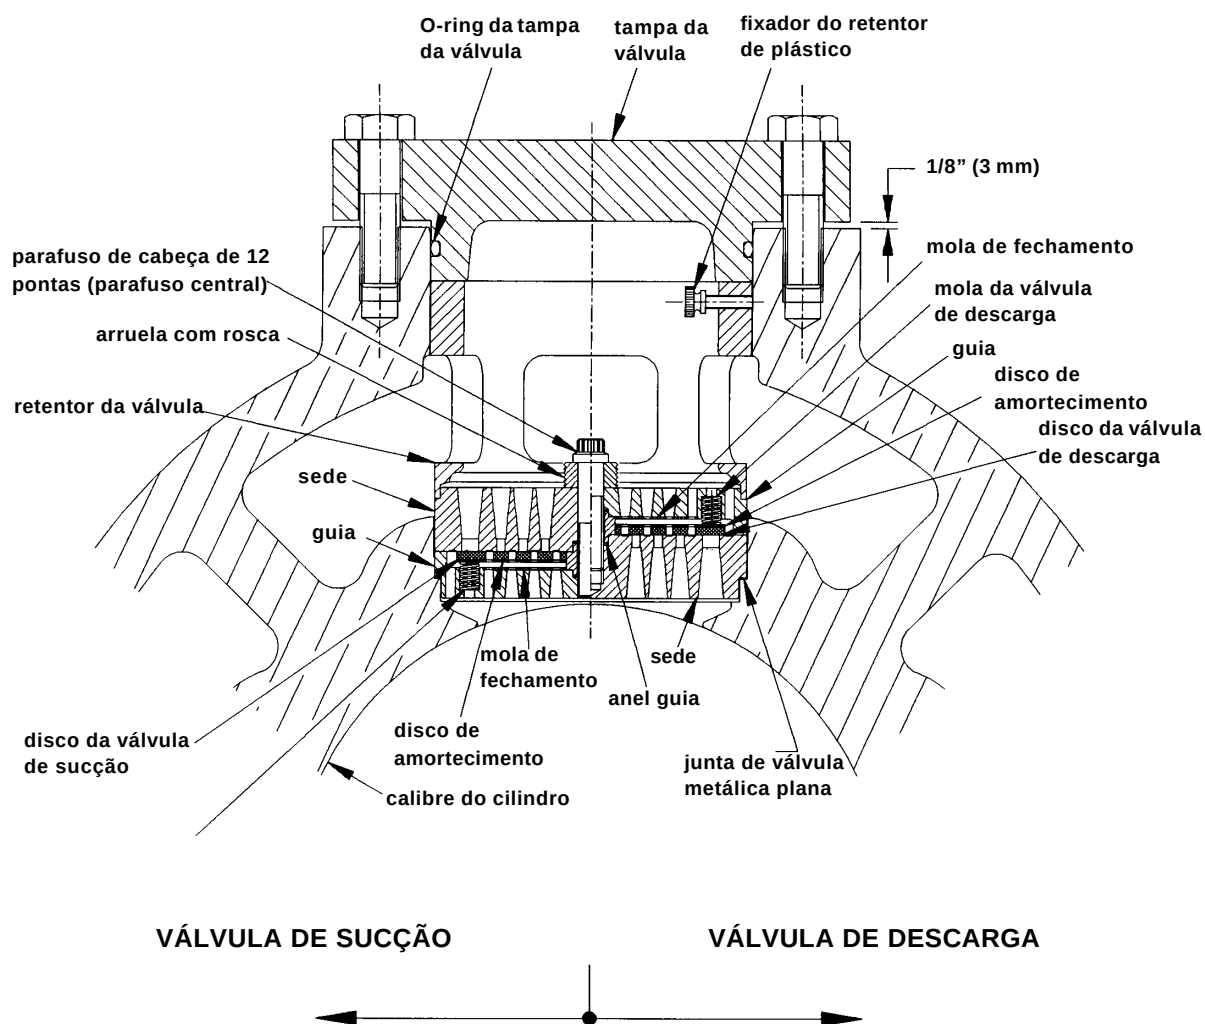

FIGURA 5-26 CONJUNTOS DE VÁLVULAS TÍPICOS
1. Desaperte um pouco todos os parafusos da tampa de cada válvula. Com todos os parafusos desapertados, a tampa deve permanecer na posição original. Caso se movimente sozinha, pare! Despressurize completamente o cilindro, conforme indicado nas precauções acima. A Figura 5-26, página 5-45, ilustra um conjunto de válvulas típico.